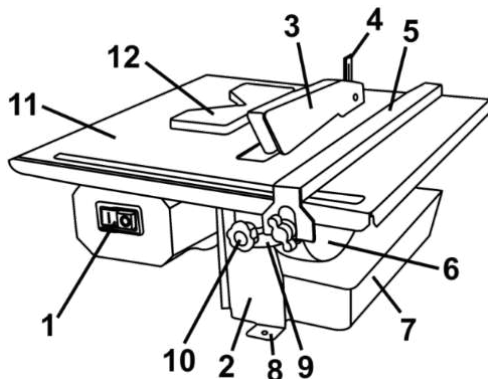

Рисунок 1
2.2.1 Плиткоріз електричний має в складі: основу (2) у вигляді трубчастої рами з опорами (8), поворотний робочий стіл (11) з запобіжником від заклинення (4), який має можливість нахилу відносно горизонту на заданий кут (до 45°) по шкалі (9) з фіксацією його в кутовому положенні фіксатором (10); асинхронний електродвигун змінного струму 220 В, 50 Гц; відрізний диск встановлений на валу двигуна; верхній захисний кожух відрізного диску (3); піддон з водою для охолодження відрізного диску (7); вимикач (1) з двома кнопками в одному корпусі – окремо на увімкнення та вимкнення; мережевий шнур з 3-х контактною вилкою для розеток з наявністю контакту захисного заземлення, – згідно рис.1. На робочому столі (11) нанесені розмірні шкали та розташовані направляючі для заготовок під час різі: подовжня напрямна планка (5) з можливістю перестановки і фіксації болтами на необхідному краю столу та позиціонуючий кутовий упор (12) для фіксації прямокутної плитки під час різі по діагоналі.